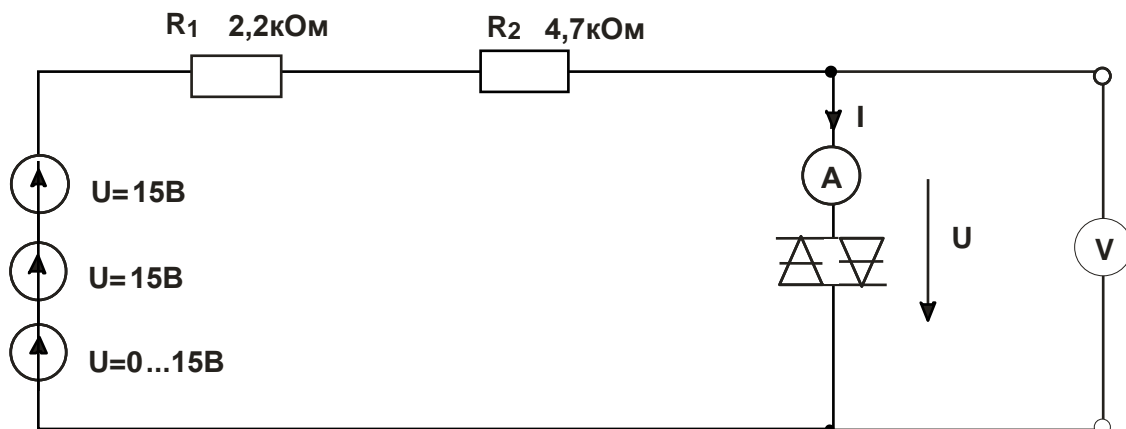

Рис. 6.1.2
- Соберите цепь согласно схеме (рис. 6.1.2). Если вы используете виртуальные приборы, то установите период измерения 0,02 с.